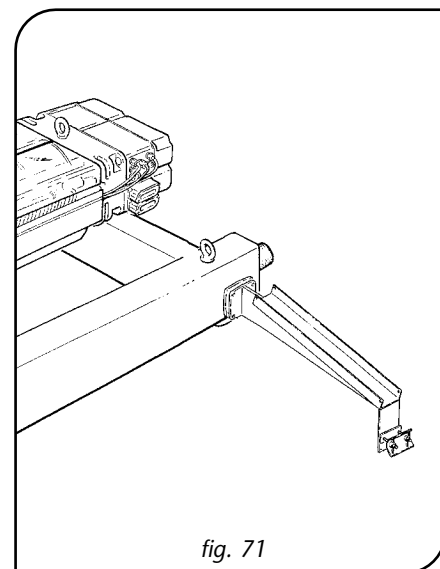

fig. 71
2. Nel caso di paranco a fune DRH dotato di carrello di traslazione, provvedere al montaggio del braccio di traino dei festoni di alimentazione (fig. 71).